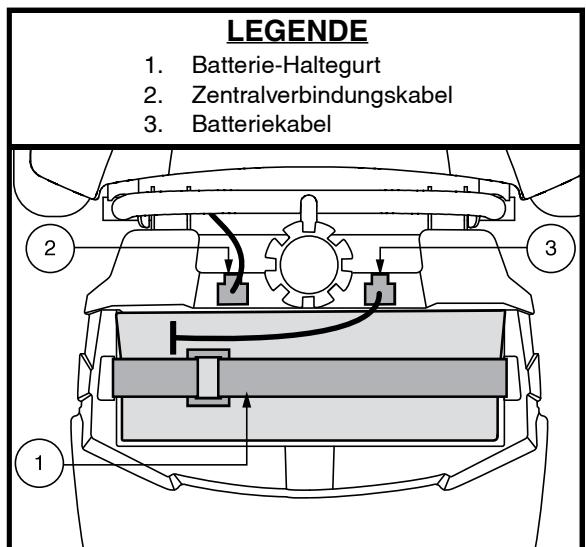

Abb. 22. Batterie-Haltegurt
1. Trennen Sie das Batteriekabel ab und entnehmen das Batteriepack aus dem Elektromobil. Siehe Abb. 22.
2. Trennen Sie die Batteriekabel ab und öffnen den Haltegurt. Nehmen Sie das Batteriepack dann aus dem Elektromobil. **Siehe Abb. 22.**